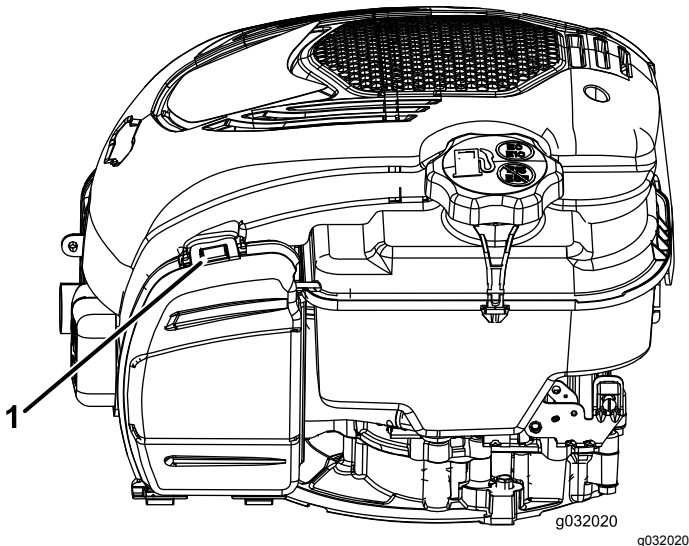

Figure 19
1. Tirez sur la languette pour ouvrir le couvercle du filtre à air (Figure 19).